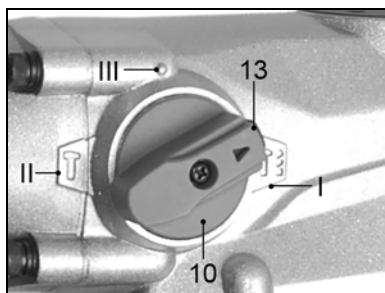

Рис. 6.
8.4. Переключение режимов (Рис. 6)